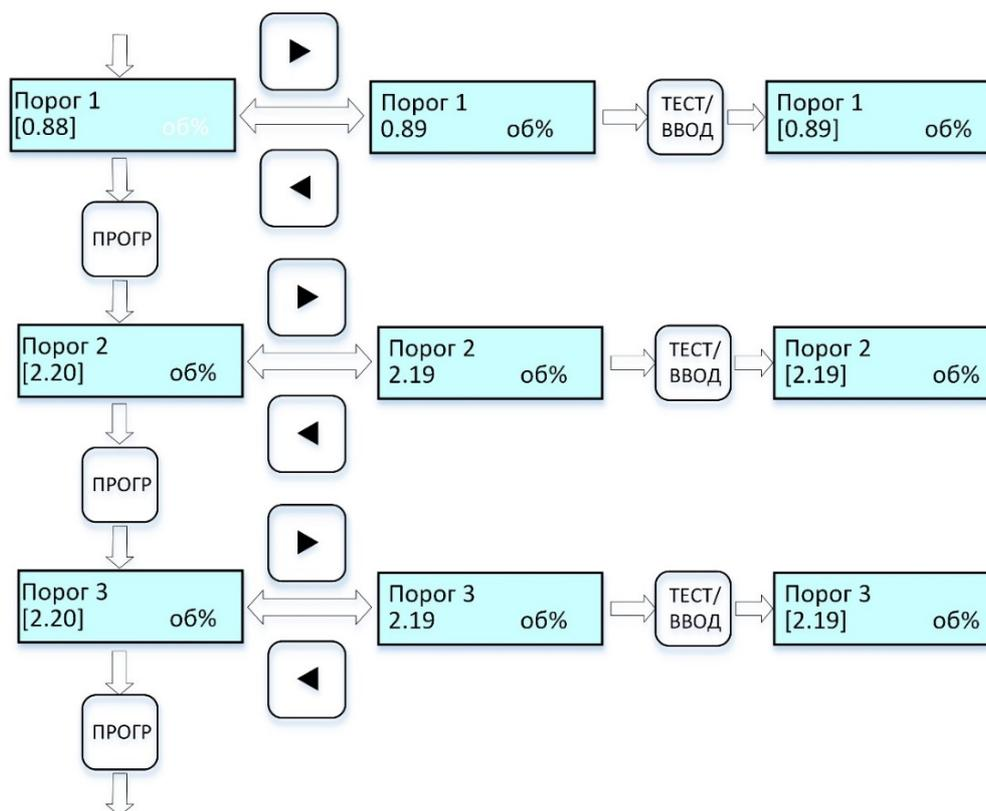

Рисунок 13 – Циклограмма выводимых сообщений на дисплей при установке значений порогов
2.4.3.17 Для **установки порогов** выполнить процедуры по циклограмме *рис. 13*: